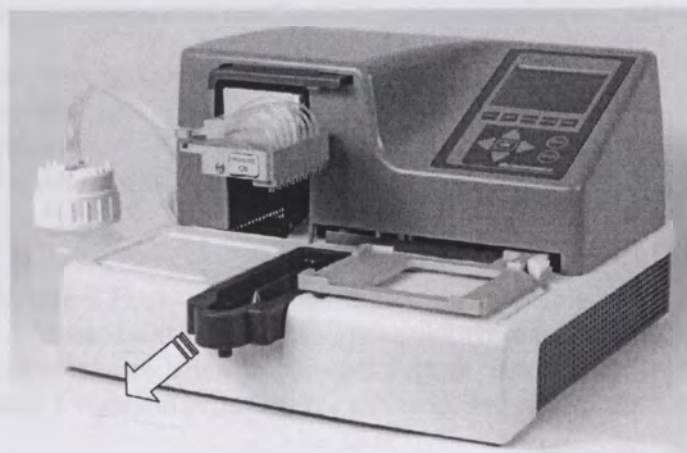

Рисунок 5-32. Отсоединение заливочной емкости
Производите очистку заливочной емкости (рисунок 5-32), как только она загрязнится во время использования.
1. Освободите заливочную емкость, передвинув ее к себе (рисунок 5-32).